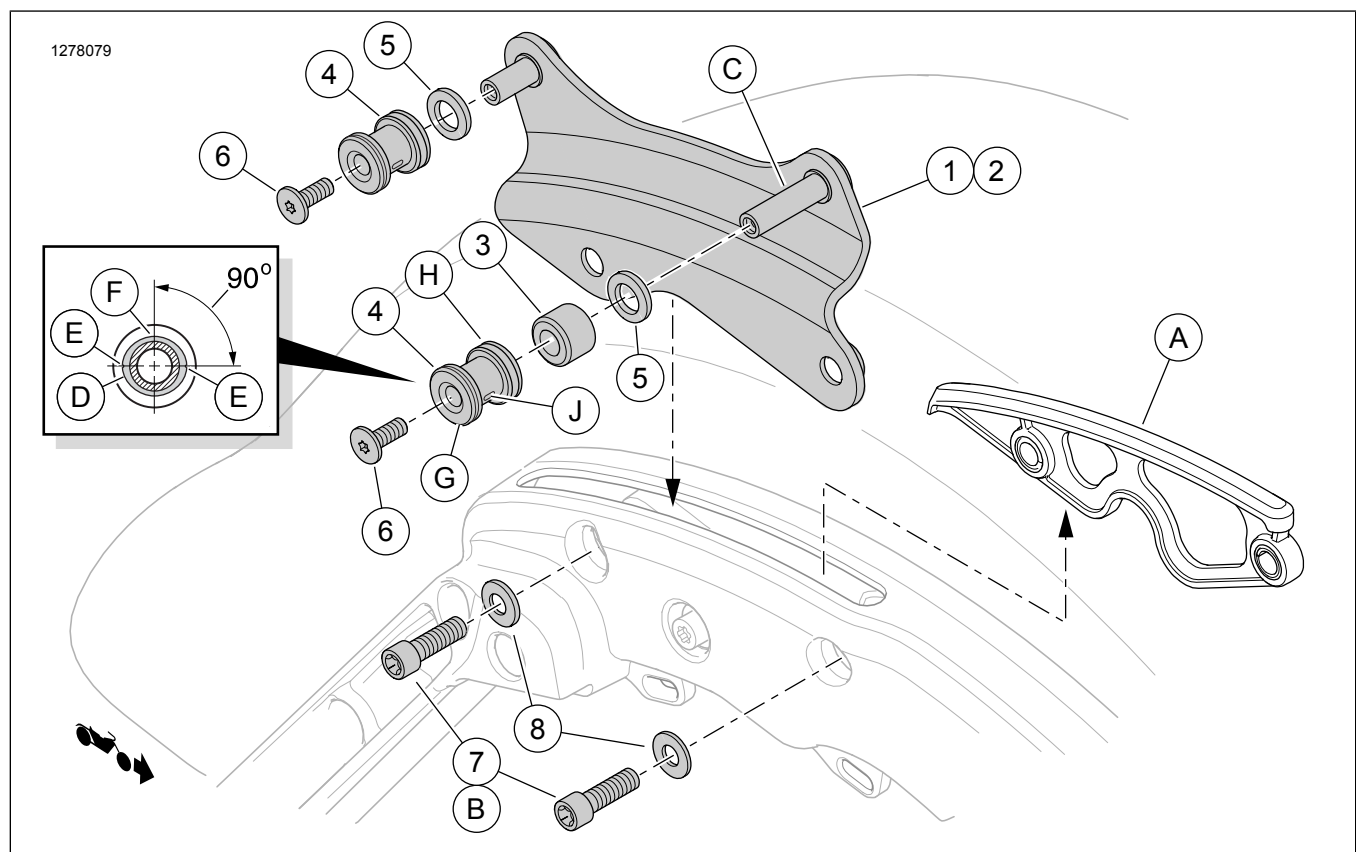
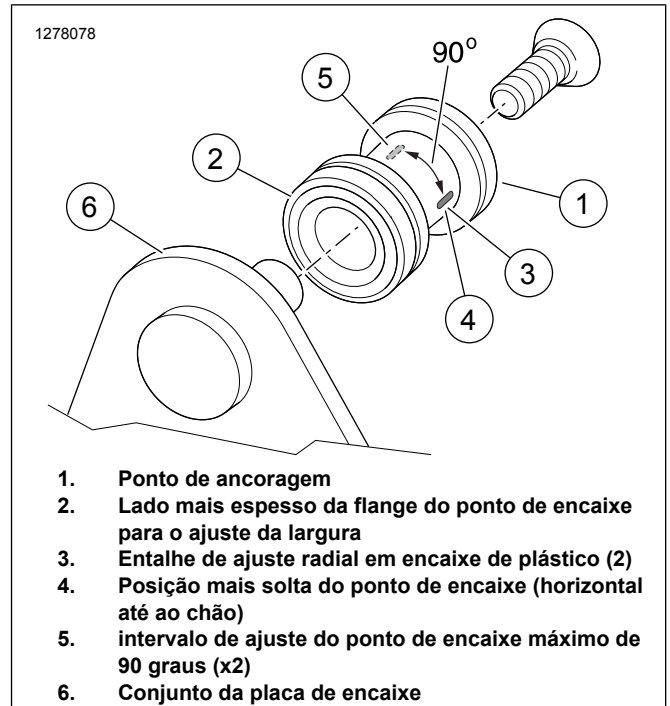

Figura 1. Conteúdo do kit: Kit de ferragens de quatro pontos de encaixe amovíveis e ajustáveis
Figura 2. Instalação do ponto de encaixe
3. Ver Figura 1 . Remover os dois parafusos (B) do suporte do saco em cada lado.
4. Levantar os encaixes da tampa da ranhura (A) dos locais.
Ver Figura 1 . Não instalar espaçadores de ajuste de largura (5) neste momento.
- a. Deslizar um espaçador (3) no pino comprido (C) de cada placa de encaixe.
- b. Deslizar um ponto de encaixe (4), a flange (H) **mais espessa** em primeiro lugar, em cada pino da placa de encaixe.
- c. Instalar os parafusos (6) nos pinos das placas de encaixe.
- d. Ver Figura 2 . Rodar cada ponto de encaixe para posicionar os entalhes horizontalmente (4).
Ver Figura 2 .
- b. Ver Figura 1 . Remover o parafuso (6) e o ponto de encaixe (4) de todos os quatro pinos da placa de encaixe.
- d. Aplicar 2 ou 3 gotas de trava-rosca nas roscas de cada parafuso (6). Instale os parafusos.
- e. Ver Figura 2 . Rodar cada ponto de encaixe para posicionar os entalhes horizontalmente (4). Aperte os parafusos até ficarem justos.
- a. Ver Figura 1 . Remover todos os componentes de todos os quatro pinos da placa de encaixe.
- b. Instalar os espaçadores de ajuste de largura (5) para cada ponto de encaixe.
- c. Deslizar o espaçador (3) para o pino mais comprido (C) de cada placa de encaixe.
- e. Aplicar 2 ou 3 gotas de trava-rosca nas roscas de cada parafuso (6). Instale os parafusos.
- f. Ver Figura 2 . Rodar cada ponto de encaixe para posicionar os entalhes horizontalmente (4). Aperte os parafusos até ficarem justos.
- a. Soltar os parafusos (6).
- b. Ver Figura 2 . Rodar os pontos de encaixe (1) ligeiramente afastados a partir da horizontal (4).
- d. Continuar a rodar ligeiramente na direção vertical (5) afastado da horizontal (4) até se obter um ajuste perfeito em cada local.
- 5. Ver Figura 1 . Fixar os parafusos do pino da placa de encaixe (6). Aperte.